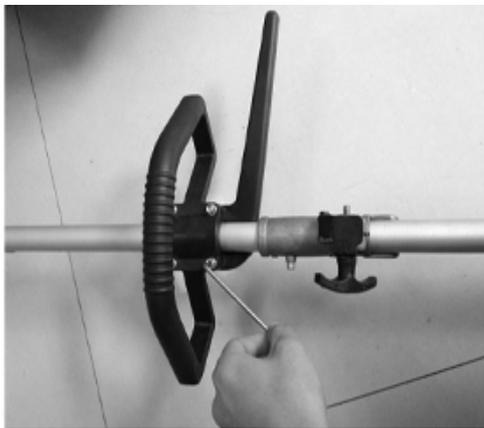

рис. 2
1. Закрепите рукоять на удобной для вас высоте (рис.2).